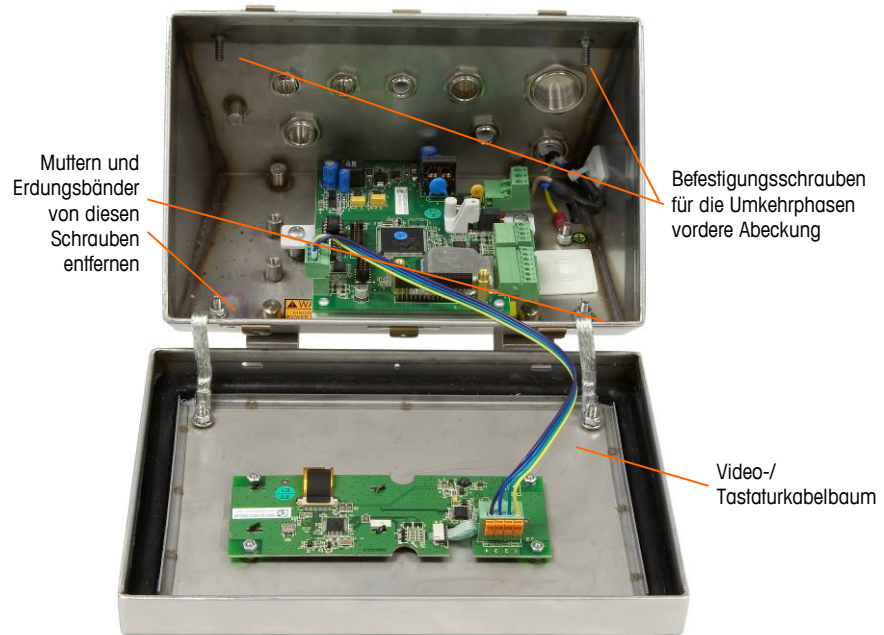

Abbildung 2-21: Erdungsbänder lösen
Zum Öffnen des Gehäuses für raue Umgebungen benutzen Sie einen Flachkopfschraubendreher. Die Klinge in die beiden Schlitz in der Abdeckung drücken (siehe Abbildung 2-4), um die Federklammer zusammenzudrücken, bis die Abdeckung aufspringt. Wenn beide Ecken frei sind, die Abdeckung nach oben drücken, bis sie die obere Kante des Gehäuses passiert. Dann die Abdeckung nach hinten drücken, bis die restlichen zwei Federklammern gelöst sind. Vorsichtig vom Gehäuse abheben und nach vorne schwenken. Die Abdeckung ist mit zwei Zugentlastungs-/Erdungskabeln am Gehäuse befestigt und über den Video-/Tastaturkabelbaum mit der Hauptplatine verbunden (siehe Abbildung 2-21).
- B. Die beiden Muttern, mit denen die beiden Erdungsbänder (die auch als Scharniere für die vordere Abdeckung dienen) am hinteren Gehäuse befestigt sind, lösen und abnehmen. Siehe Abbildung 2-21.